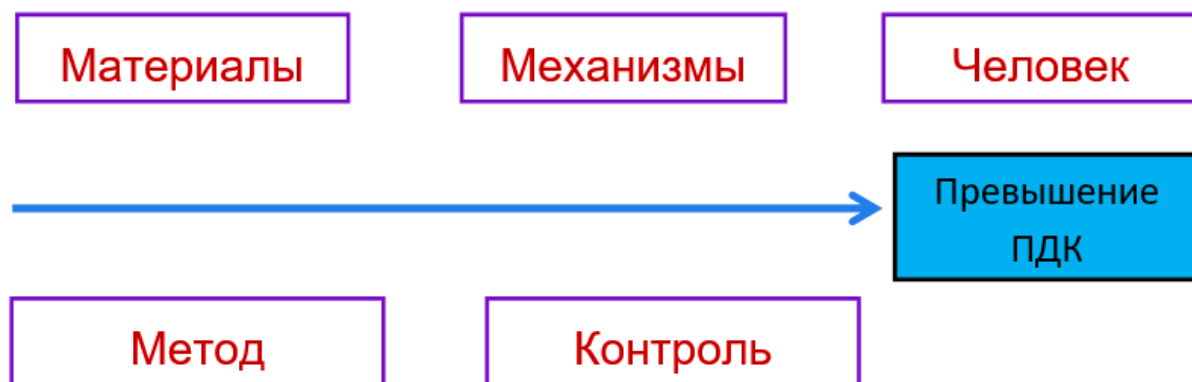

Рис. 3. Обозначение ключевых категорий причин на диаграмме
4. По краям листа с левой стороны обозначаются ключевые категории причин, влияющих на исследуемую проблему (рис. 3). Следует отметить, что: